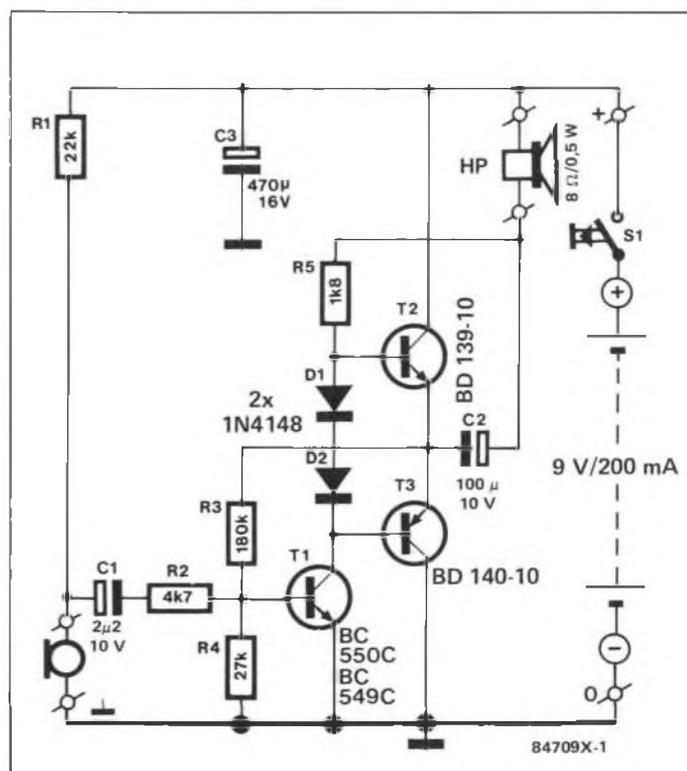

Figure 1 - A première vue, ce circuit ne paraît pas conçu pour « mettre la gomme ». Et pourtant...
Le générateur de bruit que vous propose ELEX sur la figure 1 a une drôle d'allure, il faut bien le reconnaître. Mais connectez-le à une des entrées les plus sensibles de l'amplificateur de votre chaîne Hi-Fi (l'entrée Phono), et vous nous en direz des nouvelles.
Figure 1 - Le schéma du générateur de bruit comporte un transistor monté de telle façon qu'il ne risque pas d'amplifier quoi que ce soit ! C'est le courant de fuite de la jonction base-émetteur polarisée en inverse qui est porteur de bruit. Ce bruit n'apparaît que si la jonction est polarisée, c'est-à-dire une fois que la pile est connectée.
L'origine thermique n'est pas la seule. Dans le transistor de la figure 1, ce sont essentiellement des phénomènes spécifiques aux semi-conducteurs qui produisent le bruit. Sur les bandes magnétiques (essayez avec un aimant, vous obtiendrez du bruit), c'est encore autre chose. A propos, faites donc chauffer le transistor de la figure 1. Vous saurez ainsi
Les courbes que nous avons tracées dans l'autre article pour l'étude de ces réseaux RC sont des courbes de tension et de courant. Pour rendre compte de façon précise du comportement d'un réseau de filtrage, il faut tracer **une courbe de réponse en fréquence**. Sur l'axe horizontal, on porte les fréquences (dont le symbole est un  $f$  minuscule), et sur l'axe vertical les amplitudes ( $U_s$  est la tension de sortie et  $U_e$  la tension d'entrée). Cela donne un diagramme comme celui de la **figure 1**.
*Cet appareil à écran cathodique très impressionnant n'est pas un oscilloscope, mais un analyseur de spectre. De la même manière que l'oscilloscope rend compte de l'amplitude des signaux sur un plan tension-temps, l'analyseur de spectre rend compte de la composition du signal sur un plan tension-fréquence. On voit ici la courbe de réponse d'un filtre passe-bas à réseau RC (au premier plan) comme celui de la figure 1. Les fréquences les plus graves, à gauche, sont restituées avec leur amplitude d'origine. Puis, en partant vers la droite, l'amplitude des fréquences diminue jusqu'à la disparition totale des fréquences les plus élevées. On obtient cette courbe de réponse en injectant au filtre un signal dont la fréquence varie progressivement de l'extrême grave à l'extrême aigu de façon à balayer tout le domaine des fréquences dans lequel le filtre aura à opérer.*
**Figure 1 -** Courbe de réponse d'un réseau passe-bas. On considère que la fréquence de coupure d'un filtre est celle que le filtre restitue encore à 70% de son amplitude d'entrée, et à partir de laquelle le signal est atténué si fortement que son amplitude de sortie n'atteint plus 70% de son amplitude initiale. Sur un filtre passe-bas, la bande passante se situe sous la fréquence de coupure et descend théoriquement jusqu'au continu (0 Hz). Le fonctionnement du réseau RC passe-bas est expliqué ailleurs dans ce numéro.
On rencontre souvent un autre symbole pour les filtres passe-haut et passe-bas ; il s'agit d'une schématisation de la courbe de réponse comme celles de la figure 1 et de la figure 2. Quand la courbe descend de gauche à droite, c'est que le filtre est passe-bas, quand elle monte de gauche à droite, c'est un filtre passe-haut.
Ne vous laissez pas impressionner par les deux « grands » circuits intégrés du schéma de la **figure 1**. Ce ne sont que des commutateurs. Leur boulot, c'est de gérer le clavier et les touches sensibles (ça fait mieux, vous avez remarqué, de dire « gérer », plutôt que « s'occuper de »). Le circuit qui produit le signal sonore, c'est IC5, le temporisateur de type 555, un habitué de la maison. Ce circuit, nous le trouvons tantôt monté en monostable, tantôt en astable si bien qu'il multivibre (ah ?) au rythme que déterminent les composants du réseau RC monté entre ses broches 6 et 7. Le condensateur, c'est C3. La résistance, c'est celle que forment d'une part R11 et d'autre part l'échelle composée de R12 à R26.
Figure 1 - Ce schéma de clavier à touches sensibles paraît assez hermétique à première vue. Les connaissances acquises avec ELEX jusqu'à présent ne vous permettront pas d'en analyser et d'en comprendre le fonctionnement sans une lecture préalable et attentive de l'article.